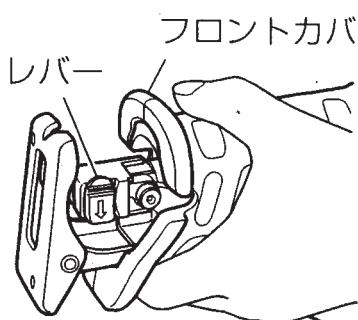

図 3
- (1) スイッチ引金の入り切りを繰り返して、レバーがフロントカバからいっぽいまで飛び出した状態にします。(図3) その後、スイッチを切り、さし込みプラグを電源コンセントから抜いてください。
スイッチ引金の入り切りを繰り返して、レバーがフロントカバからいっぱいまで飛び出した状態にします。(図 3) その後、スイッチを切り、さし込みプラグを電源コンセントから抜いてください。